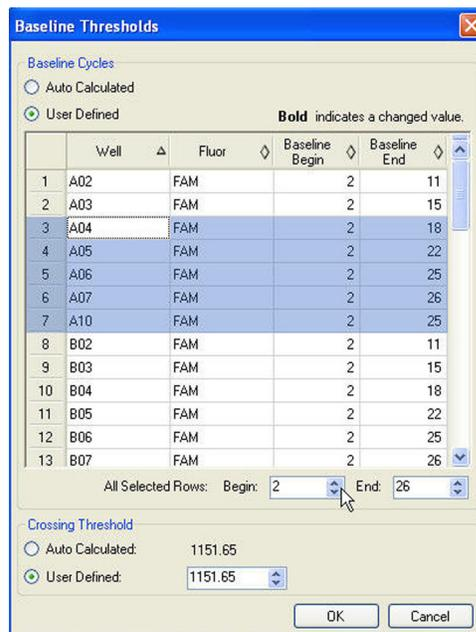

Figura 49. Janela Baseline Thresholds (Limiares da linha de base).
2. Ajuste o limiar de intersecção (Figura 49) para o fluoróforo clicando em **User Defined** (Definido pelo utilizador) e introduzindo um número de limiar.
O software define automaticamente a linha de base individualmente para cada poço. Depois de seleccionar os poços para análise, verifique as definições da linha de base nestes poços. Abra a janela Baseline Thresholds (Limiars da linha de base) (Figura 49) para alterar a linha de base predefinida de poços seleccionados. Para abrir esta janela:
2. Ajuste o ciclo **Baseline Begin** (Início da linha de base) e **Baseline End** (Fim da linha de base) para todos os poços seleccionados, ou altere o número de ciclo de **Begin** (Início) e **End** (Fim) na parte inferior da folha de cálculo (Figura 49).